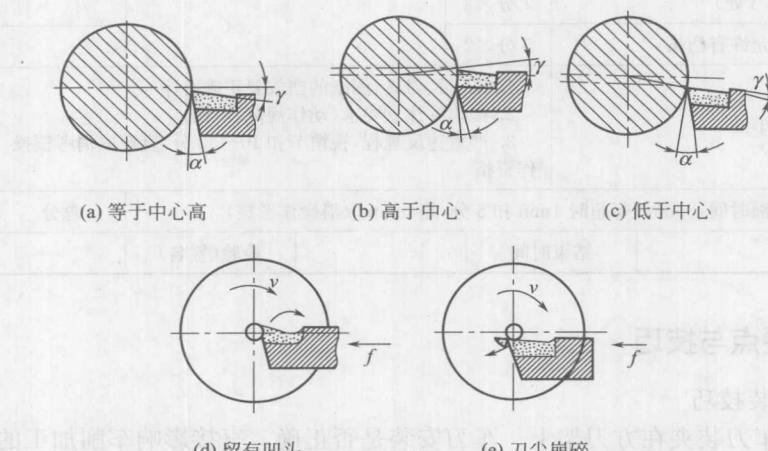

图 1-4 车刀刀尖与工件旋转中心的位置
3) 车刀的刀尖应与工件旋转中心等高, 如图 1-4(a) 所示。车刀刀尖高于工件的轴线, 如图 1-4(b) 所示, 会使车刀的实际后角减小, 车刀后面与工件之间的摩擦增大。车刀刀尖低于工件的轴线, 如图 1-4(c) 所示, 会使车刀的实际前角减小, 切削阻力增大。刀尖不对中心, 在车至端面中心时会留有凸头, 如图 1-4(d) 所示。使用硬质合金车刀时, 若忽视此点, 车到中心处会使车刀刀尖崩碎, 如图 1-4(e) 所示。